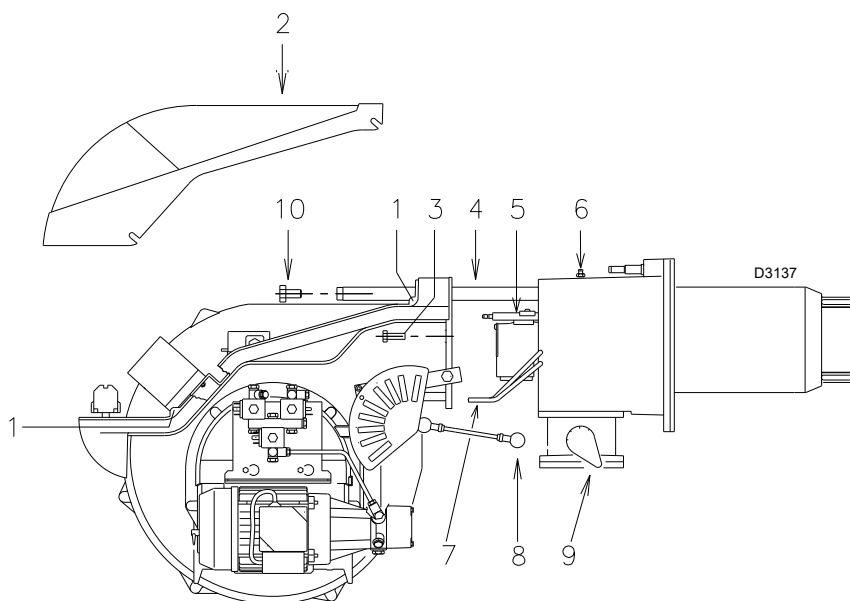

Fig. 44
- Desserrer les vis 1) et enlever le capot 2)(Fig. 44).
- Débrancher les tuyaux du fioul 7)(Fig. 44).
- Retirer les vis 3) et faire reculer le brûleur sur les glissières 4)(Fig. 44) d'environ 100 mm ;
On peut alors extraire la partie interne 5) après en avoir retiré la vis 6)(Fig. 44).